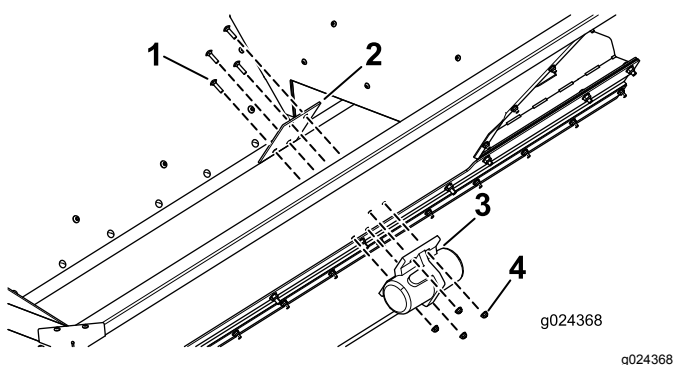

**图18**
1. 在料斗侧面钻出 4 个安装孔 7mm。请参阅 图18 了解钻孔尺寸信息。